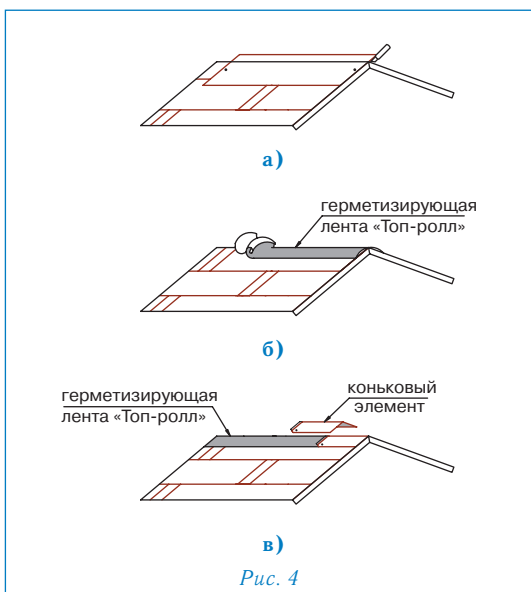

Рис. 4
Конек (рис. 4)
- верхний ряд черепицы ПРЕСТИЖ КОМПАКТ АЛЮ доводится до линии конька (ребра), выступающие части листов обрезаются (рис. 4а);
- линии коньков и ребер герметизируются специальной самоклеящейся лентой «Топ-ролл» (рис. 4б);
- далее устанавливаются внахлест специальные коньковые элементы (направление укладки по преимущественному направлению ветра). Каждый коньковый элемент плотно прижимается к основанию кровли и фиксируется двумя гвоздями из нержавеющей стали длиной 35 мм, которые перекрываются следующим коньковым элементом (рис. 4в).